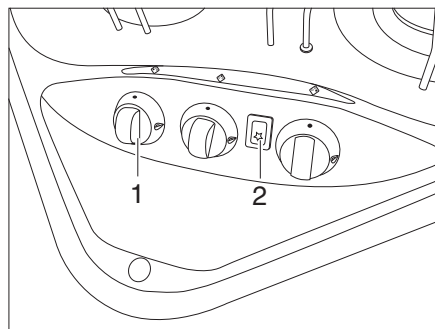
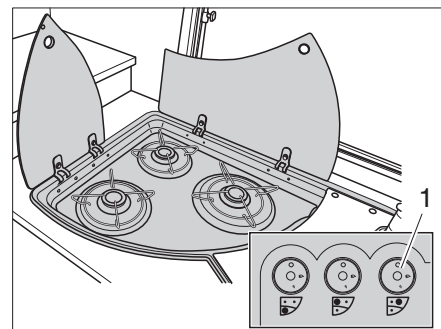

Fig. 137 Elementos de mando para la cocina de gas
Fig. 138 Alternativa: Elementos de mando para cocina de gas
- Girar el regulador giratorio (Fig. 137,1 ó Fig. 138,1) correspondiente al quemador deseado a la posición de encendido (llama alta).
- Si hay una tecla de encendido (Fig. 137,2):